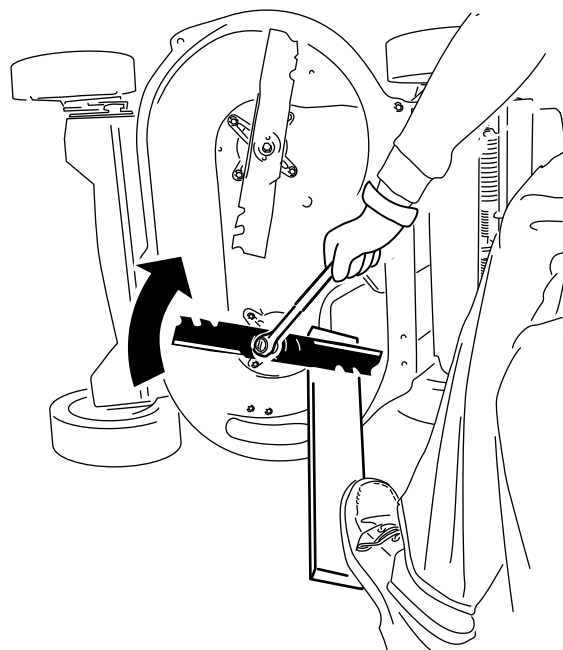

Figure 36
2. Immobilisez chaque lame à l'aide d'une planche et tournez le boulon de la lame dans le sens horaire au moyen d'une clé dynamométrique comme montré à la Figure 36; serrez le boulon de la lame à 82 N·m (60 pi-lb).